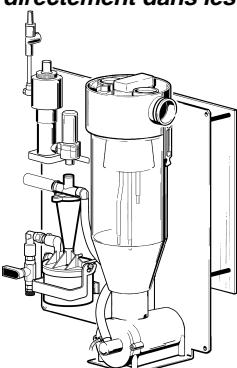
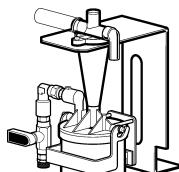
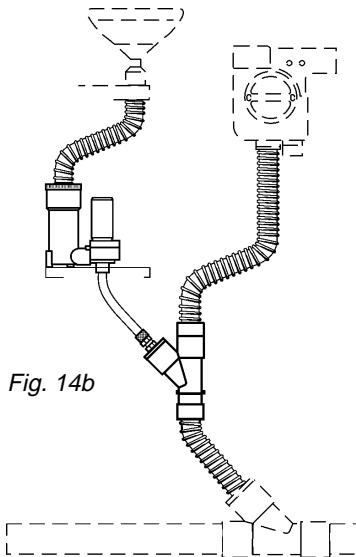

Fig. 12a
Fig. 12b
Fig. 14b
### **Hydroséparateur (fig. 12a-12b-13-14-14b pages 34-35)**
En couplant l'Hydrocyclone au Mini-Séparateur nous avons obtenu l'Hydroséparateur, fig. 12a-13: le séparateur d'amalgame pour les installations à air, testé TÜV pour un niveau de séparation supérieur à 95%, avec un débit de 3,5 l/min (version DIN) et avec un débit de 5,5 l/min (version ISO). L'Hydroséparateur peut être installé dans le groupe hydrique de l'unit ou bien, avec son capot, aux pieds du fauteuil. Dans les systèmes humides on devra installer un ou plusieurs Hydrocyclones , fig. 12b-14, selon les dimensions du système, dans le local technique. Encore, dans les systèmes humides le groupe de drainage du crachoir fig. 14b (qui dans le système à air est toujours assemblé avec l'Hydroséparateur) devra être installé sur le groupe hydrique de chaque unit, de façon que aussi les liquides sortant du crachoir soient dirigés directement dans les tuyauteries de l'aspiration.
**(fig. 14b-16-17-18-19-29-30a-31 pages 35-37-85-86)**
avec les liquides aspirés. **Le Puli-Jet dissout le mucus et le sang**, sa particulière action détergente renforce la composante microbicide avec un effet désodorisant et désinfectant. S'il est employé avec méthode et régularité, **Puli-Jet assure le bon fonctionnement de l'installation, en évitant la formation des mousses et des patine bactériennes** fig. 31, qui sont la cause de soudains arrêts et d'une graduelle réduction de la puissance de l'aspiration. Pendant le travail on aspire aussi des particules solides avec les liquides: elles doivent être retenues par les filtres : aucune installation aspirante peut fonctionner bien et pour longtemps sans une convenable filtration des débris aspirés. Les gros morceaux compromettent avec le temps le bon fonctionnement des vannes de drainage et des membranes d'ouverture et fermeture des tuyaux d'aspiration. A défaut d'un filtre dans le support de tuyaux, fig. 16, il faudra placer un filtre autonome fig. 17 entre le support des tuyaux et le Mini-Séparateur fig. 30 dét. I. Dans le système humide le filtre autonome, fig. 17, sera installé entre le support des tuyaux et la vanne électropneumatique C, fig. 29 dét. I. On a prévu un filtre aussi pour les séparateurs d'amalgame (Hydro séparateur ou Hydrocyclone) qui sont tous les deux préparés pour recevoir les liquides drainés par le crachoir, fig. 18, compris dans la vanne drainage du crachoir (fig. 14b) mieux décrite dans le manuel "Hydro séparateur Hydrocyclone".